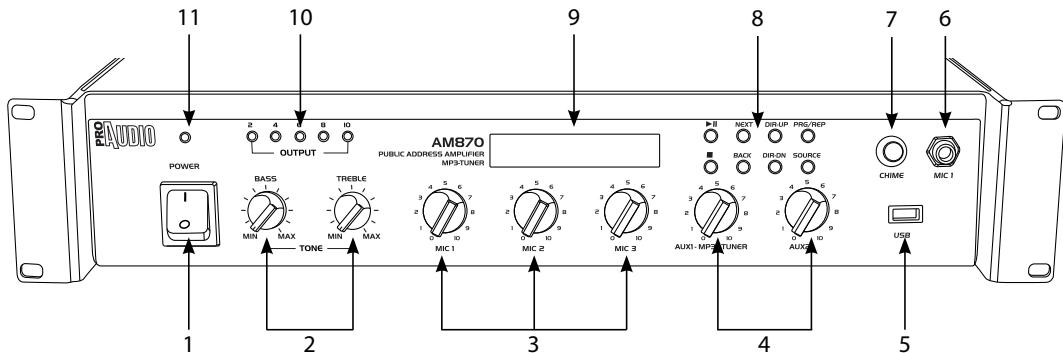

Fig.1
8. Pulsanti per la modalità MP3/FM/AM: vedi tabella pag. 9 (fig 1)